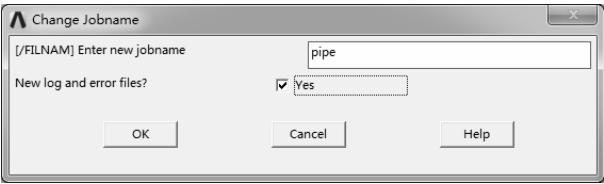

图 7-168 “Change Jobname”对话框，
1) 选择“Utility Menu>File>Change Jobname”命令，弹出“Change Jobname”对话框，修改工程名称为“pipe”，如图 7-168 所示。单击“OK”按钮完成修改。